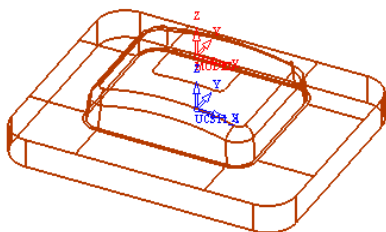

图 3-49 选择所有曲面(4)
- 展开“零件”选项，单击“零件曲面”按钮，然后单击“选择”工具栏上的选择所有按钮，系统选中所有曲面；此时图形中所有曲面高亮显示，如图 3-49 所示。